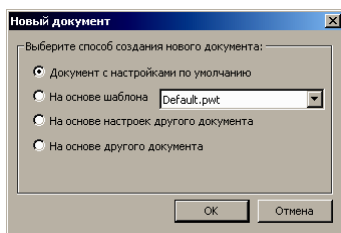

Рис. 1.5. Окно «Новый документ».
2. В открывшемся окне «**Новый документ**» (рис. 1.5) выберите способ создания нового документа: